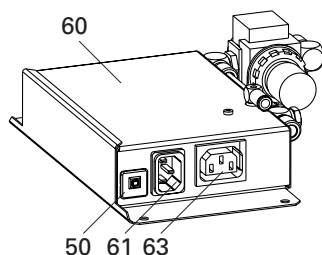

Fig. 6
- Le clapet pneumatique du point d'aspiration (Fig. 6) ouvre et ferme le point d'aspiration.